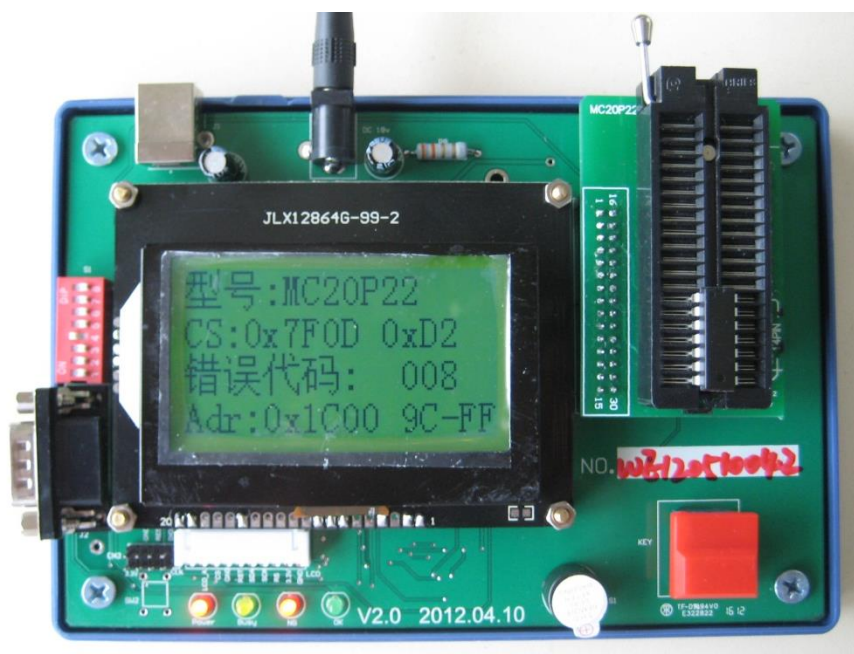

图 2-7
13. 下载完成之后,会出现提示框,显示软件的校验码,和 Flash 的校验码,这两个码必须保证一致,否则传输有误。如果不一致,请将烧写器掉电后重新下载一次。同时下载完成之后,LCD 显示屏也会显示对应型号,和校验码,配置 OPTION 值。如下图 2-7: